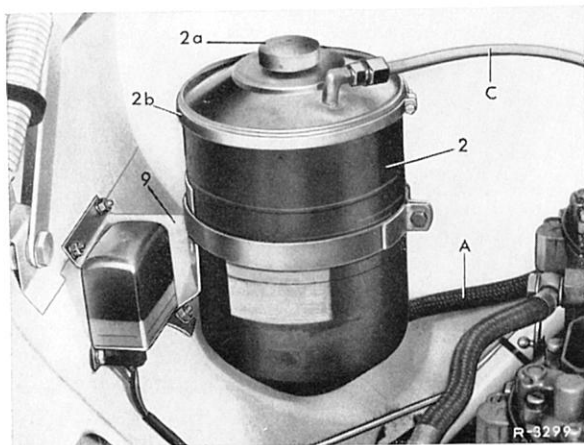

Bild 32–11/4
6 Verschlußdeckel mit Ölmeßstab vom Ölvorratsbehälter entfernen. Rückströmleitung (C) abschließen, Spannband (2b) lösen und Deckel mit Filtereinsatz abnehmen Bild 32–11/4).